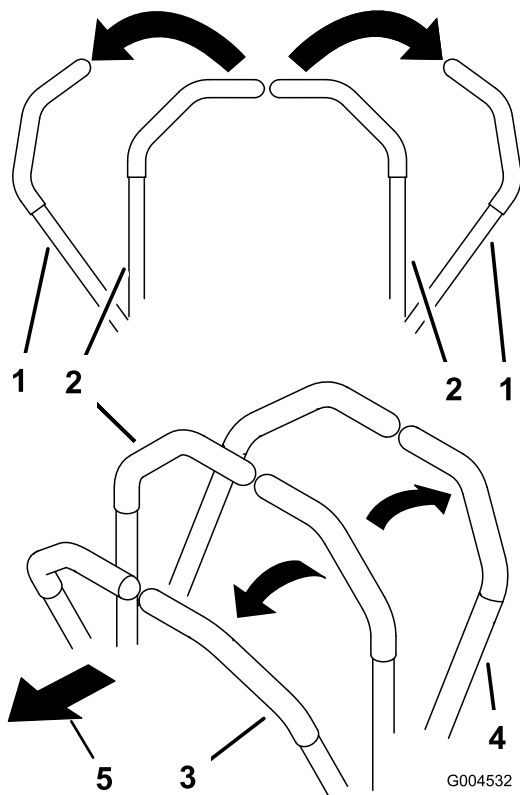

Bild 25
- Schieben Sie für das Vorwärtsfahren die Fahrtriebshebel langsam vorwärts (Bild 25).
- Ziehen Sie zum Rückwärtsfahren die Fahrtriebshebel langsam nach hinten (Bild 25).
- Zum Wenden, ziehen Sie beide Hebel nach hinten, um die Maschine zu verlangsamen; schieben Sie dann einen Hebel an der entgegengesetzten Seite zur Wenderichtung nach vorne (Bild 25).